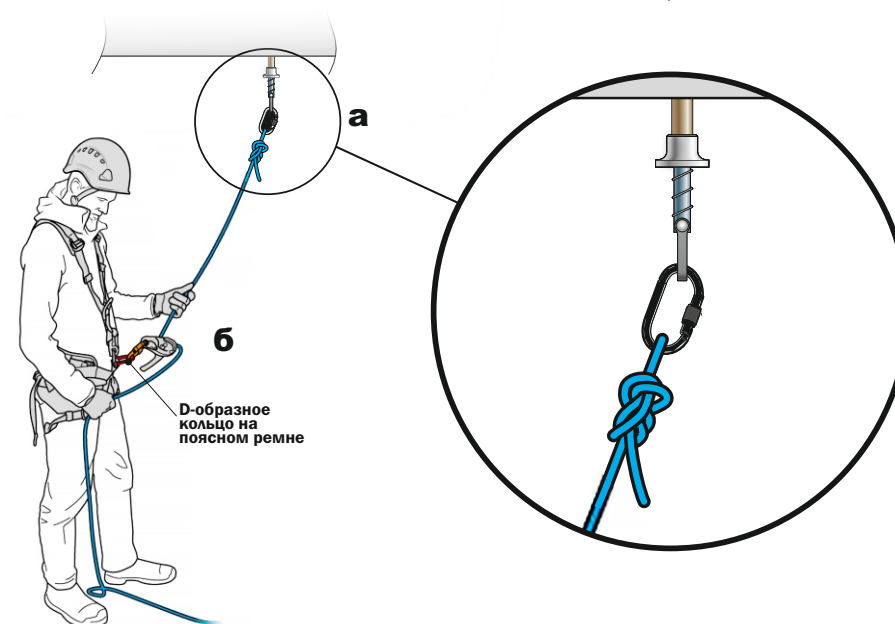

Рис. 8 Соединение привязи и анкерной точки с соединительной подсистемой.
6. Соединить при помощи карабина соединительную подсистему (строп с регулятором длины, канат со спусковым устройством и т.д.) с анкерной точкой (рис. 8а).
7. Соединить при помощи карабина D-образное кольцо на пояском ремне привязи с соединительной подсистемой (рис. 8б).